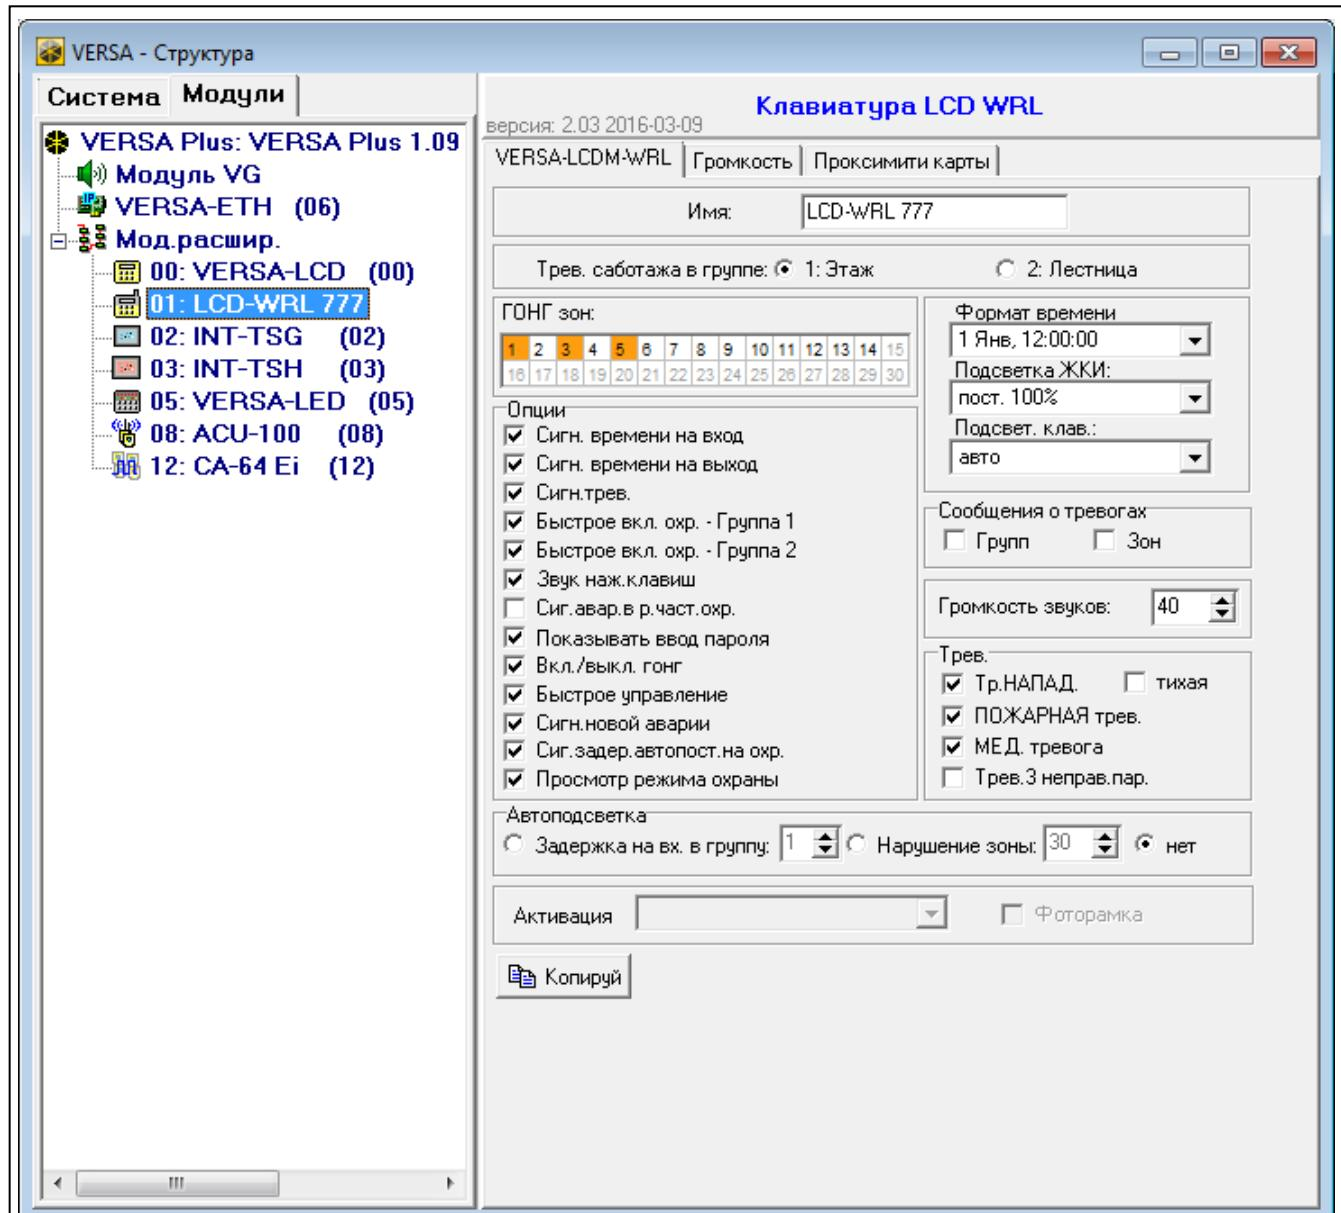

Рис. 4. ПО DLOADX: установки клавиатуры, которые хранятся в приемно-контрольном приборе.
- программа DLOADX: →окно «Vera – Структура» →закладка «Модули» →ветка «Модули расширения» →[название клавиатуры] (см.: рис. 4),